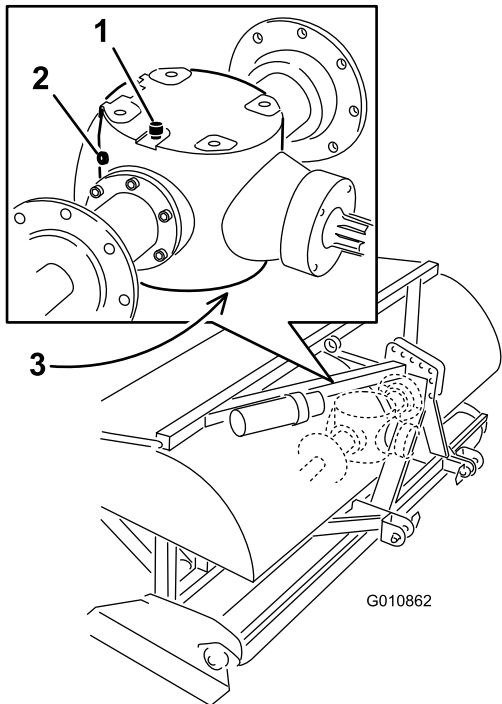

Figura 41
2. Retire el tapón de verificación de la caja de engranajes (Figura 41).
- 3. Asegúrese de que el aceite llega hasta la parte inferior del orificio del tapón de verificación de la caja de engranajes (Figura 41).
- 1. Limpie cualquier residuo del tapón de ventilación/llenado para evitar cualquier contaminación (Figura 41).